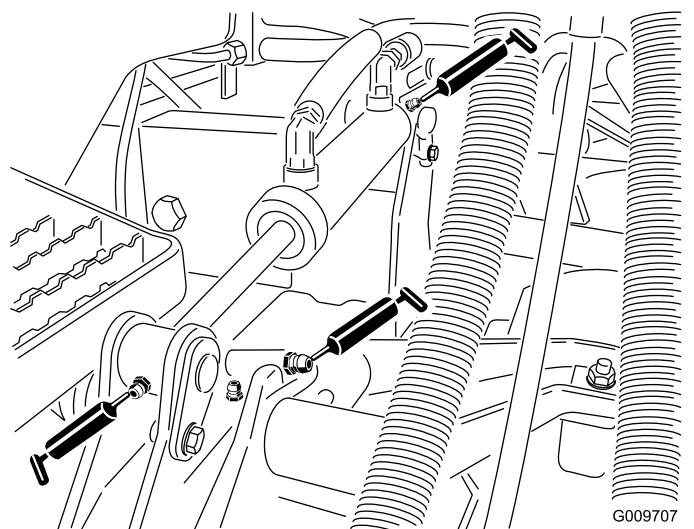

図 51
- 昇降アームのブッシュカuttingユニット 1台に1ヶ所 図 51
- 昇降シリンダのブッシュデッキ 台に 2ヶ所 図 51